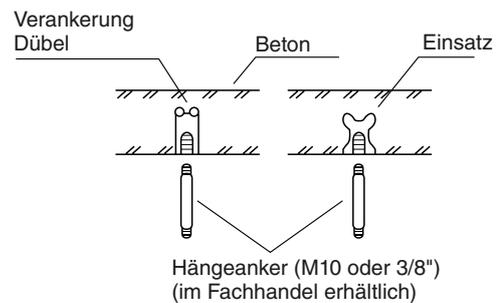

Abb. 3-121
(2) Die Löcher an den 4 Stellen bohren, die auf dem Originalmaßstab-Diagramm angezeigt sind.
(3) Je nach Art der Decke:
- a) Die Hängeanker einsetzen, wie in Abb. 3-121 gezeigt.
(4) Die Hängeanker hineindrehen, wobei diese aus der Decke herausragen müssen, wie in Abb. 3-121 und 3-122 gezeigt. Die Längen der herausragenden Anker müssen gleich sein und dürfen 50 mm nicht überschreiten. (Abb. 3-123)